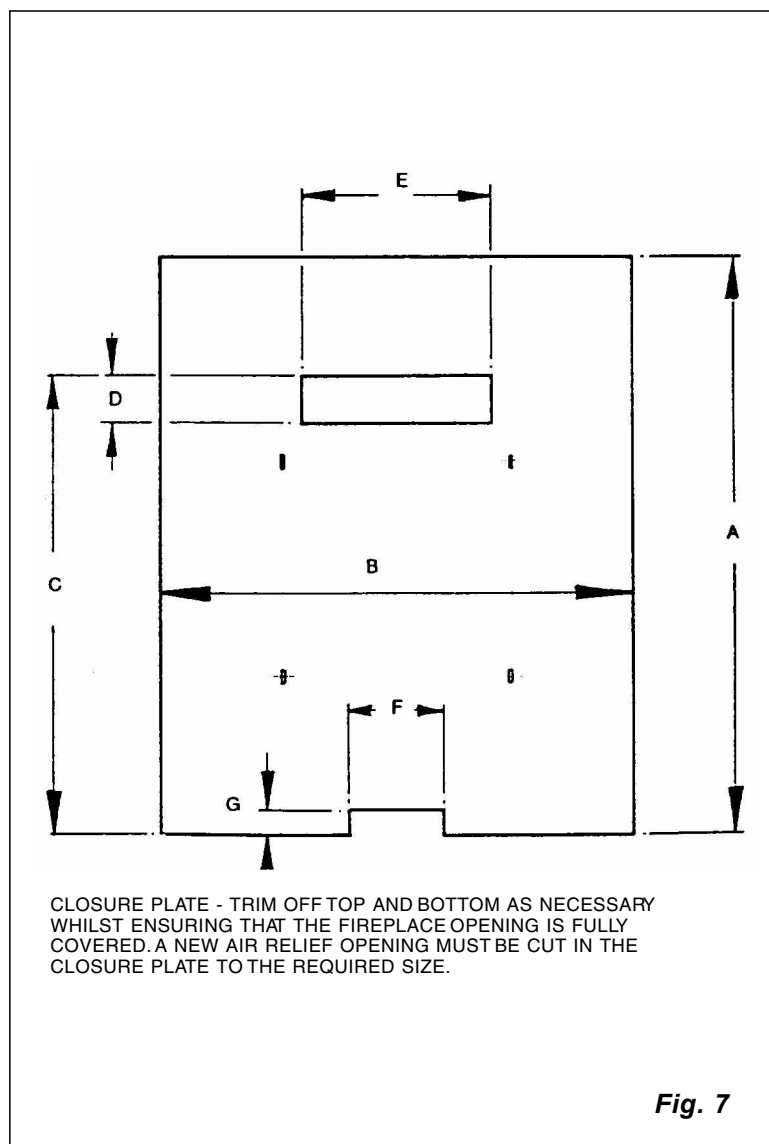

Fig. 7
3.2 FIT THE CLOSURE PLATE (Fig. 7)